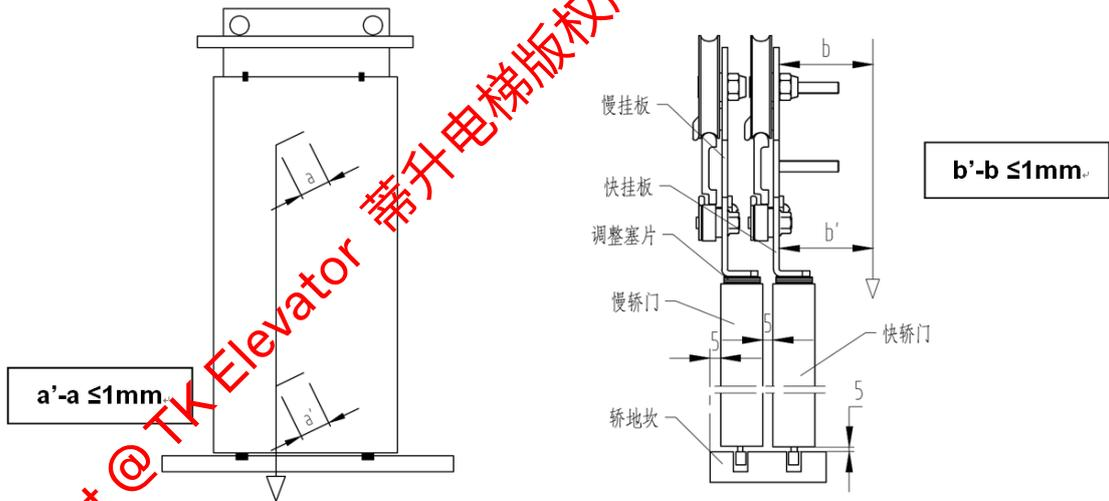

图 3-6 轿门板装配图
1. 用线锤检查并调整门板的垂直度，使门板上下的差别在 1mm 以内。见图 3-6 轿门板装配图：